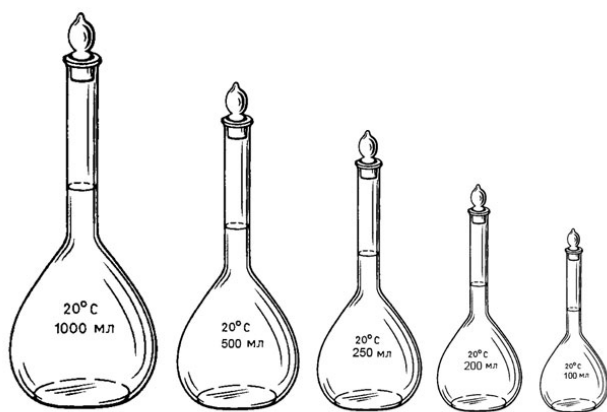

Рисунок 11 – Мірні колби
**Мірні колби** (рис. 11) – плоскодонні колби з подовженим, вузьким горлом, на яке нанесена кругова позначка. Об'єм розчину до кругової позначки визначає місткість мірної колби.